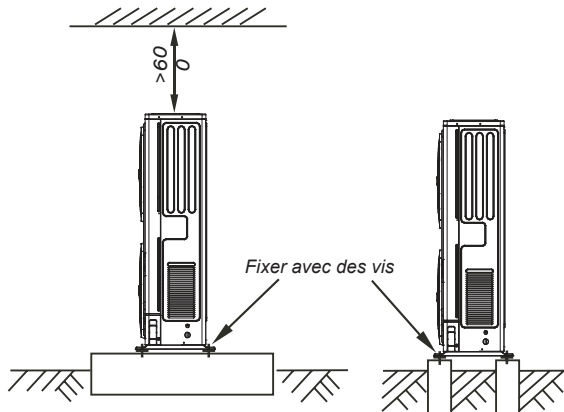

Fig.3-5
- Réalisez une base en béton conformément aux spécifications de l'unité extérieure (voir Fig.3-5).
- Fixez solidement les pieds de l'appareil à l'aide de boulons pour éviter qu'il ne se détache en cas de tremblement de terre ou de vent fort (voir la figure 3-5).